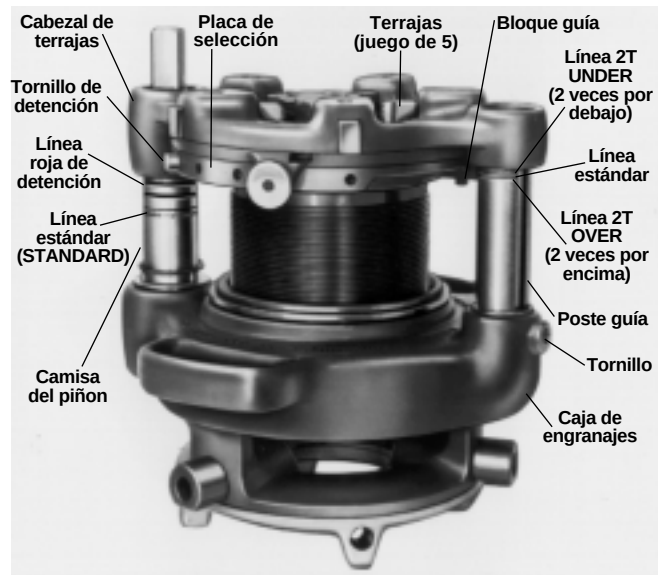

Figura 17 – Roscadora a Engranajes No. 141 con una barra de accionamiento No. 844 instalada (la Roscadora No. 161 es similar)
1. Saque el tornillo de agarre (*Figura 17*) de la placa de selección.
¡IMPORTANTE! Deje expuestas delante de las mordazas del mandril aproximadamente $\frac{3}{4}$ pulgada de las ranuras o muescas en forma de V (*Figura 17*) para contar con espacio para bañarlas con aceite.
5. Para las Nos. 141 y 161: Suelte el interruptor de pie cuando la línea roja de STOP (detener) aparece en la camisa del piñón (Figura 17).
iIMPORTANTE! Deje expuestas delante de las mordazas del mandril aproximadamente $\frac{3}{4}$ pulgada de las ranuras o muescas en forma de V (Figura 17) para contar con espacio para bañarlas con aceite.